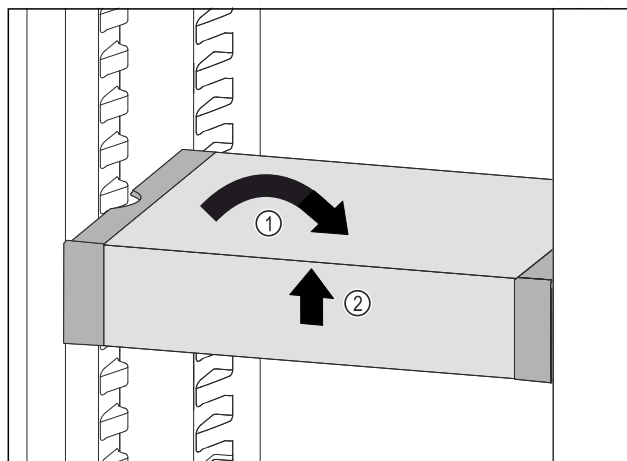

Fig. 110
- ▶ Poziționați drept VarioSafe. Fig. 110 (1)
- ▶ Ridicați în față VarioSafe. Fig. 110 (2)